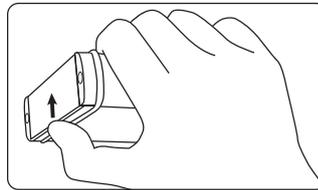

Abb. 1-1: Arretierung lösen
- Von unten leicht gegen das Scharnier drücken (siehe Abb. 1-1).